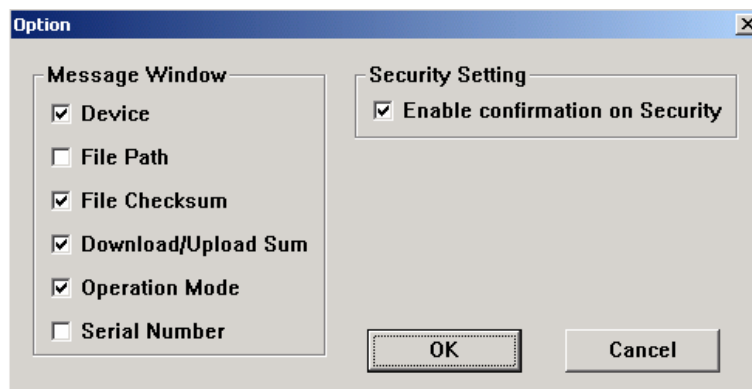

图 1-2 设置窗口
1、选择[Setting]—>[Option]，将出现设置窗口，如图 1-2 所示。说明如下。